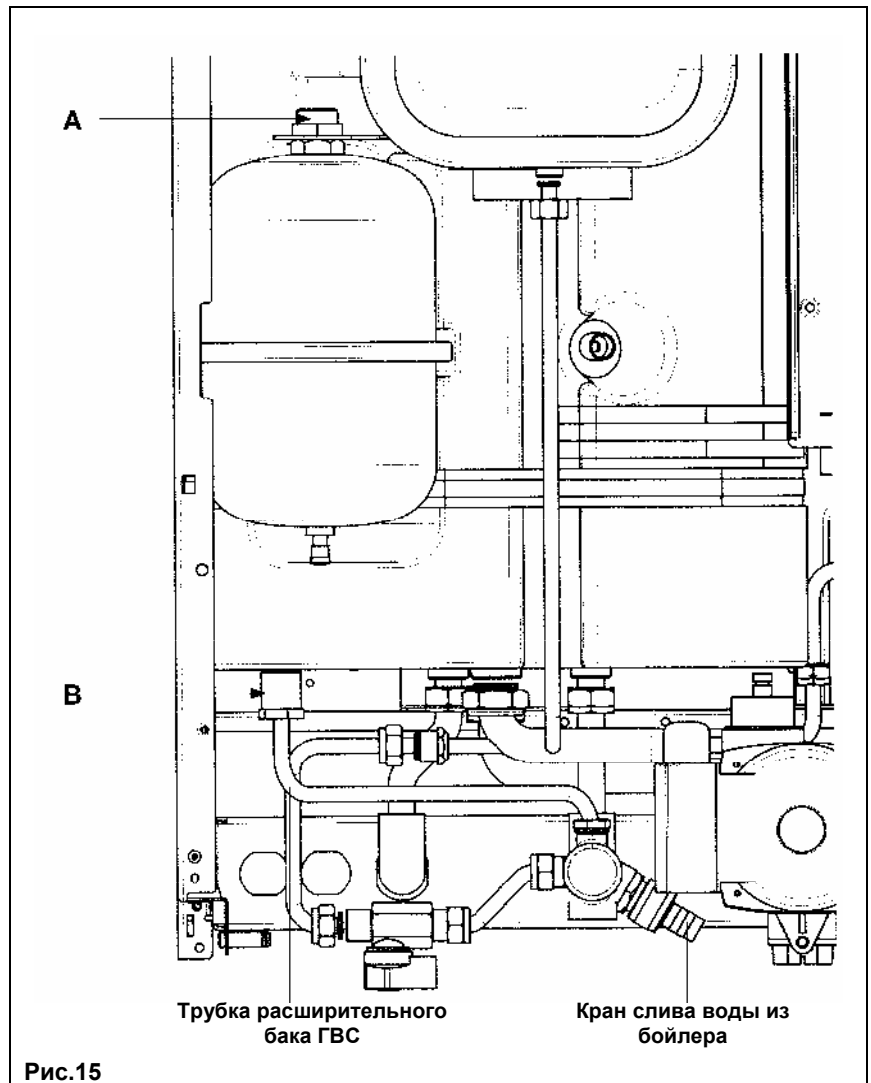

Рис.15
- открыть кран слива бойлера (Рис.15);
Подсоедините гибкий шланг (входит в комплект поставки) к местам подсоединений **A** и **B** как показано на Рис.15.